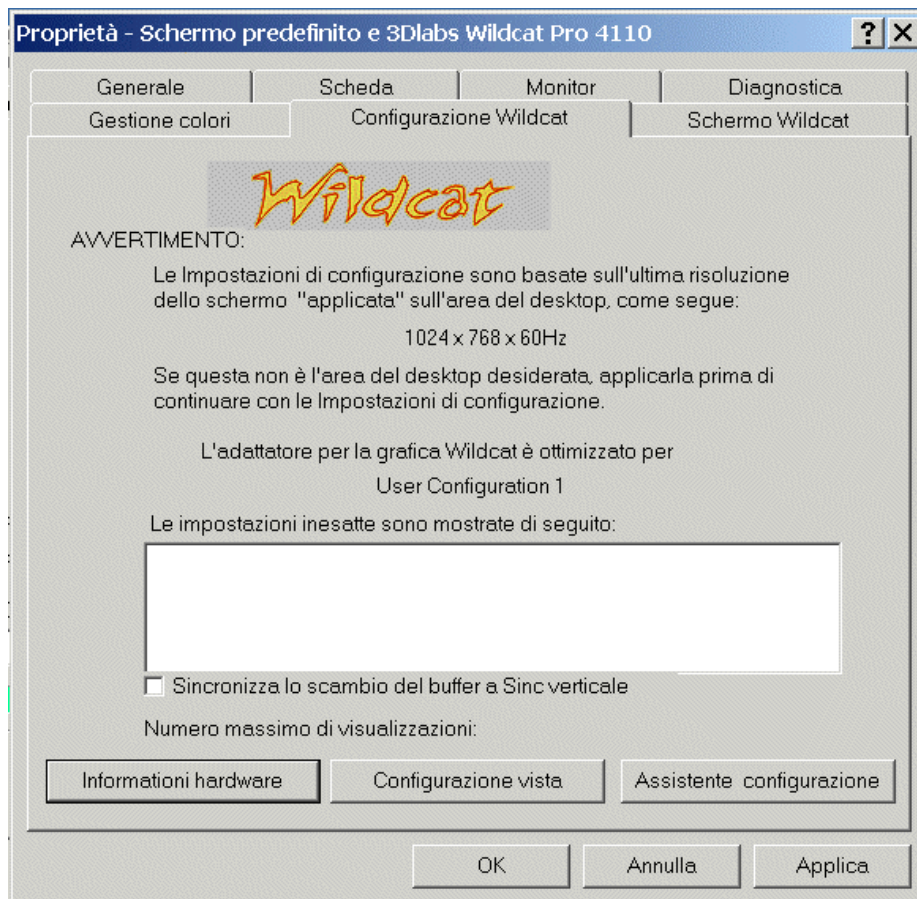

Figura 6. Scheda di configurazione 3Dlabs
3. Dal menu di Avvio, passare a Impostazioni/Pannello di controllo/Schermo . In Windows NT 4.0, fare clic sulla scheda di Configurazione 3Dlabs se non appare. In Windows 2000 seguire lo stesso percorso e fare clic sulla scheda Impostazioni, quindi su Avanzate.. fare clic sulla scheda di Configurazione 3Dlabs se non appare (vedi Figura 6).